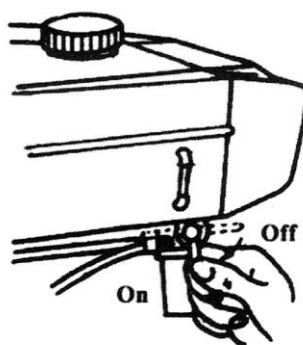

Рис. 15 Топливный краник
3. Поверните топливный кран в положение OFF (перекрыт), как показано на рис. 15.